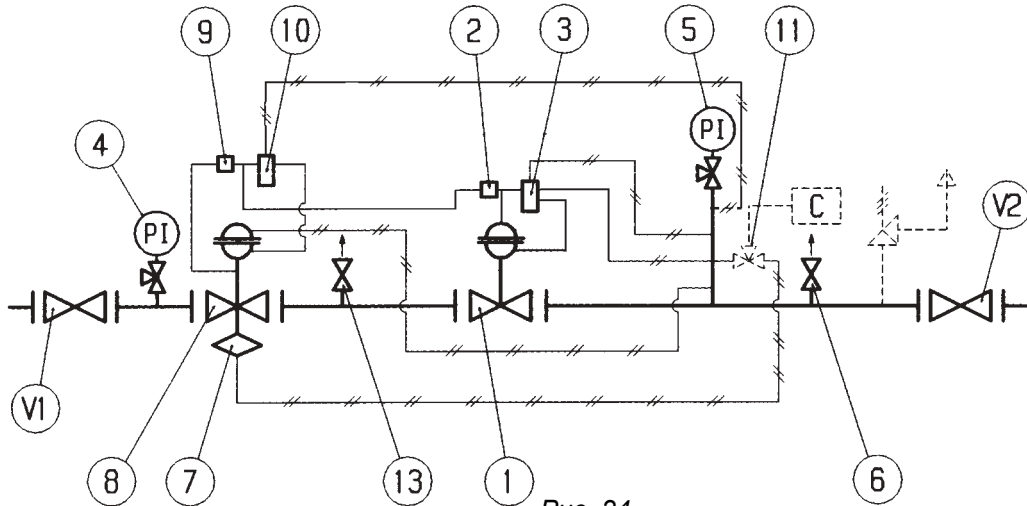

Рис. 24
5.5 ВВОД В ЭКСПЛУАТАЦИЮ РЕГУЛЯТОРА ПЛЮС УСТАНОВЛЕННЫЙ НА ЛИНИИ МОНИТОР REFLUX 819 СО ВСТРОЕННЫМ ОТСЕКАЮЩИМ КЛАПАНОМ SB/82 (РИС. 24)